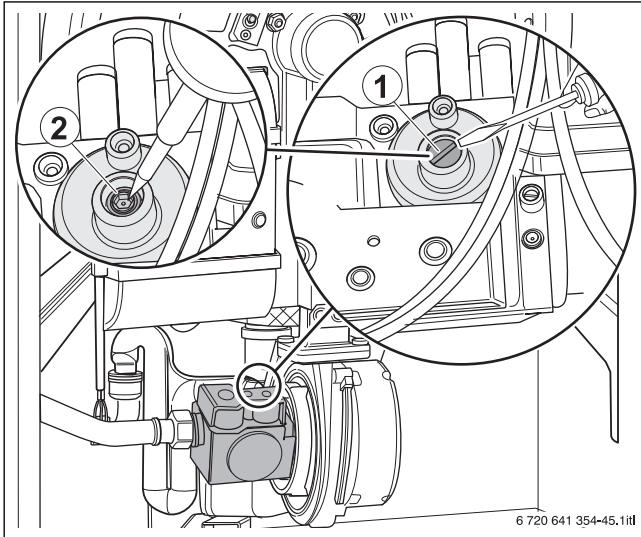

Bild 46 CO2-Einstellung bei Teillast prüfen
- Abdeckschraube der Teillast-Einstellschraube entfernen (→ Bild 46, [1]).
- Bei CO2-Werten unter 9,0% oder mehr als 9,6% die Einstellung an der Kleinlast-Einstellschraube auf 9,3% korrigieren (→ Bild 46, [2]).
- Bei CO2-Werten unter 9,8% oder über 10,8%, die Einstellung an der Kleinlast-Einstellschraube korrigieren (→ Bild 46, [2], Tabelle 13).